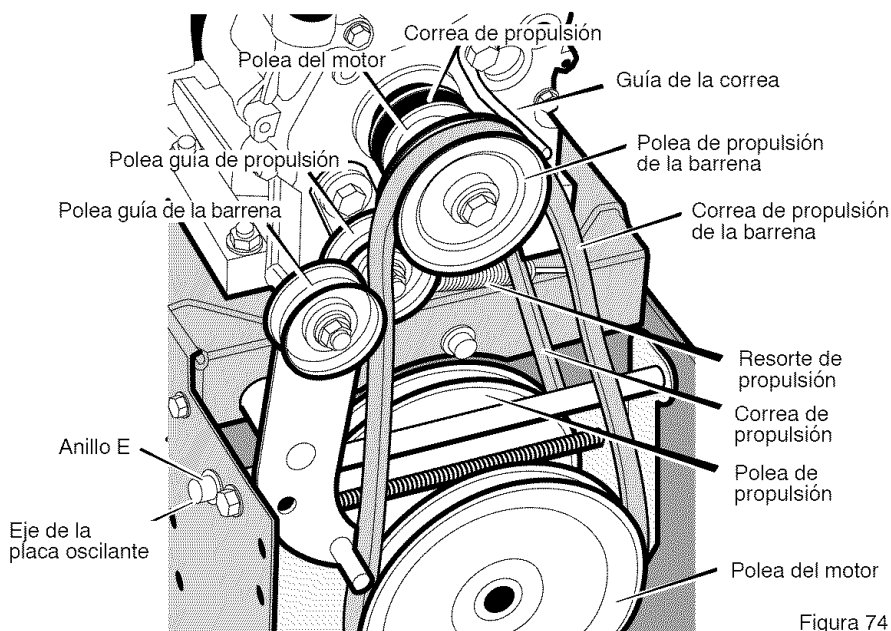

Figura 74
3. Afloje la tuerca de la polea guía de la barrena y mueva esta última hacia la correa un octavo de pulgada aproximadamente (3 mm) (Figura 74).
- Afloje la **guía de la correa**. Separe la **guía** de la **polea de propulsión de la barrena** (Figura 74).
la **correa del propulsor de la barrena** por una correa de repuesto original de fábrica disponible en un centro de servicio autorizado (Figura 74).
3. Quite el **anillo E** de uno de los extremos del **eje de la placa oscilante**. Quite este **eje** para que la placa oscilante gire hacia adelante (Figura 74).